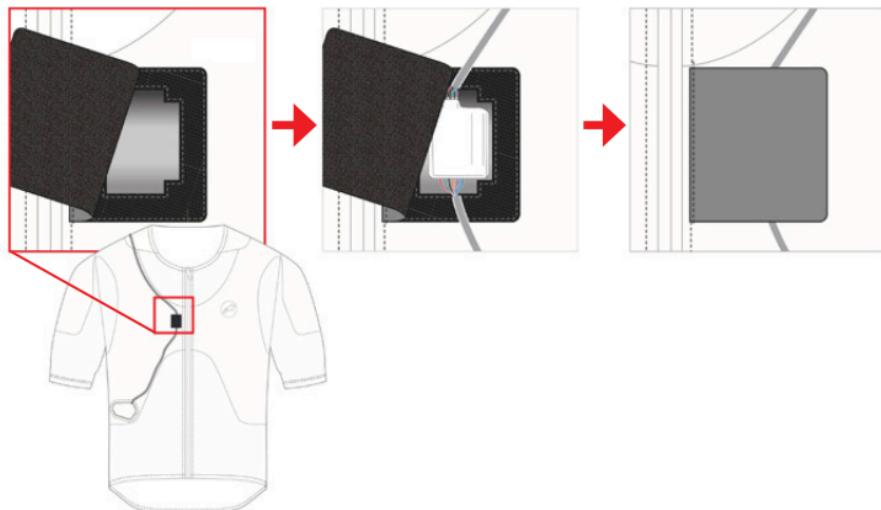

Figura 26: Inserimento del display a LED (3) e della zip di attivazione (2)
- 1. Inserire il display a LED (3) e la zip di attivazione (2)** - Reinserire il display a LED (3) dentro alla fessura dell'involucro e rimettere la zip di attivazione (2) dentro la tasca, facendo attenzione a posizionare la zip di attivazione (2) correttamente dentro il suo involucro e assicurandosi di chiudere bene la chiusura a strappo come mostrato nella Figura 26.